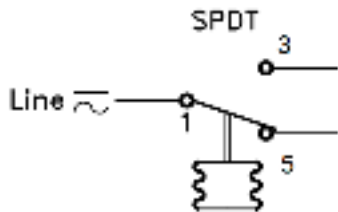

Рис.4.1
4.8.3. При достижении установленной температуры (шкала range) замыкаются контакты 1 и 3 (рис.4.1).